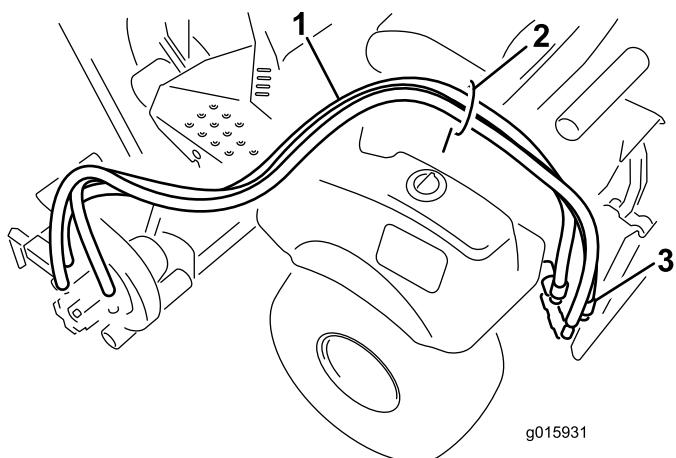

Figura 7
1. Pase las mangas hidráulicas por la guía de las mangas y hasta la parte trasera de la máquina (Figura 7).
2. Conecte las mangueras a los conectores remotos traseros (Figura 7).